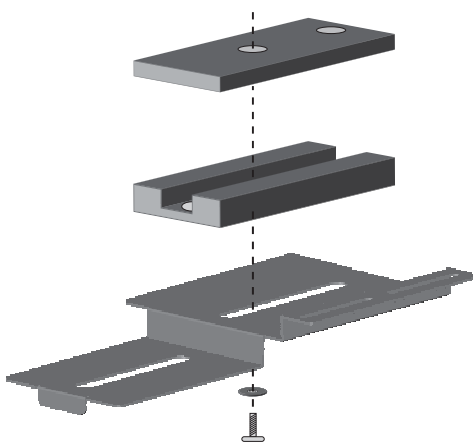

図 5.3 ズームレンズ / カメラ取り付け用スペーサー
- スペース（4mm、9mm）を使用して、カメラをカメラトレイ A（付属品）に取り付けます（スペースを使って、カメラのレンズがウィンドウの中央にくるように調整します）。ねじ（1/4-20 x 5/8 インチ）と平座金（大）を使って、図 5.3のようにカメラとスペースをカメラトレイにしっかりと固定します。